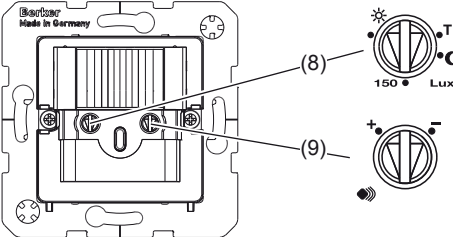

Bild 6: Bedien- und Einstellelemente
- Testbetrieb einstellen. Hierzu Potenziometer Ansprechhelligkeit (Bild 6, 8) auf Position T stellen.
- Potenziometer Ansprechhelligkeit (Bild 6, 8) in die gewünschte Position drehen.
- Potenziometer Empfindlichkeit (Bild 6, 9) in die gewünschte Position drehen.